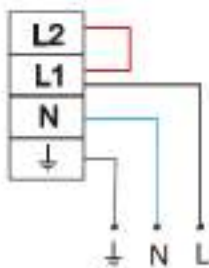

Рис.1
- 3.5 Присоедините сетевые провода и провод заземления (сечение провода - от 1,0 мм² до 2,5 мм²) к клеммной колодке: L1 - фаза, N - нейтраль, заземление - к соответствующей клемме колодки (см. рис. 1).